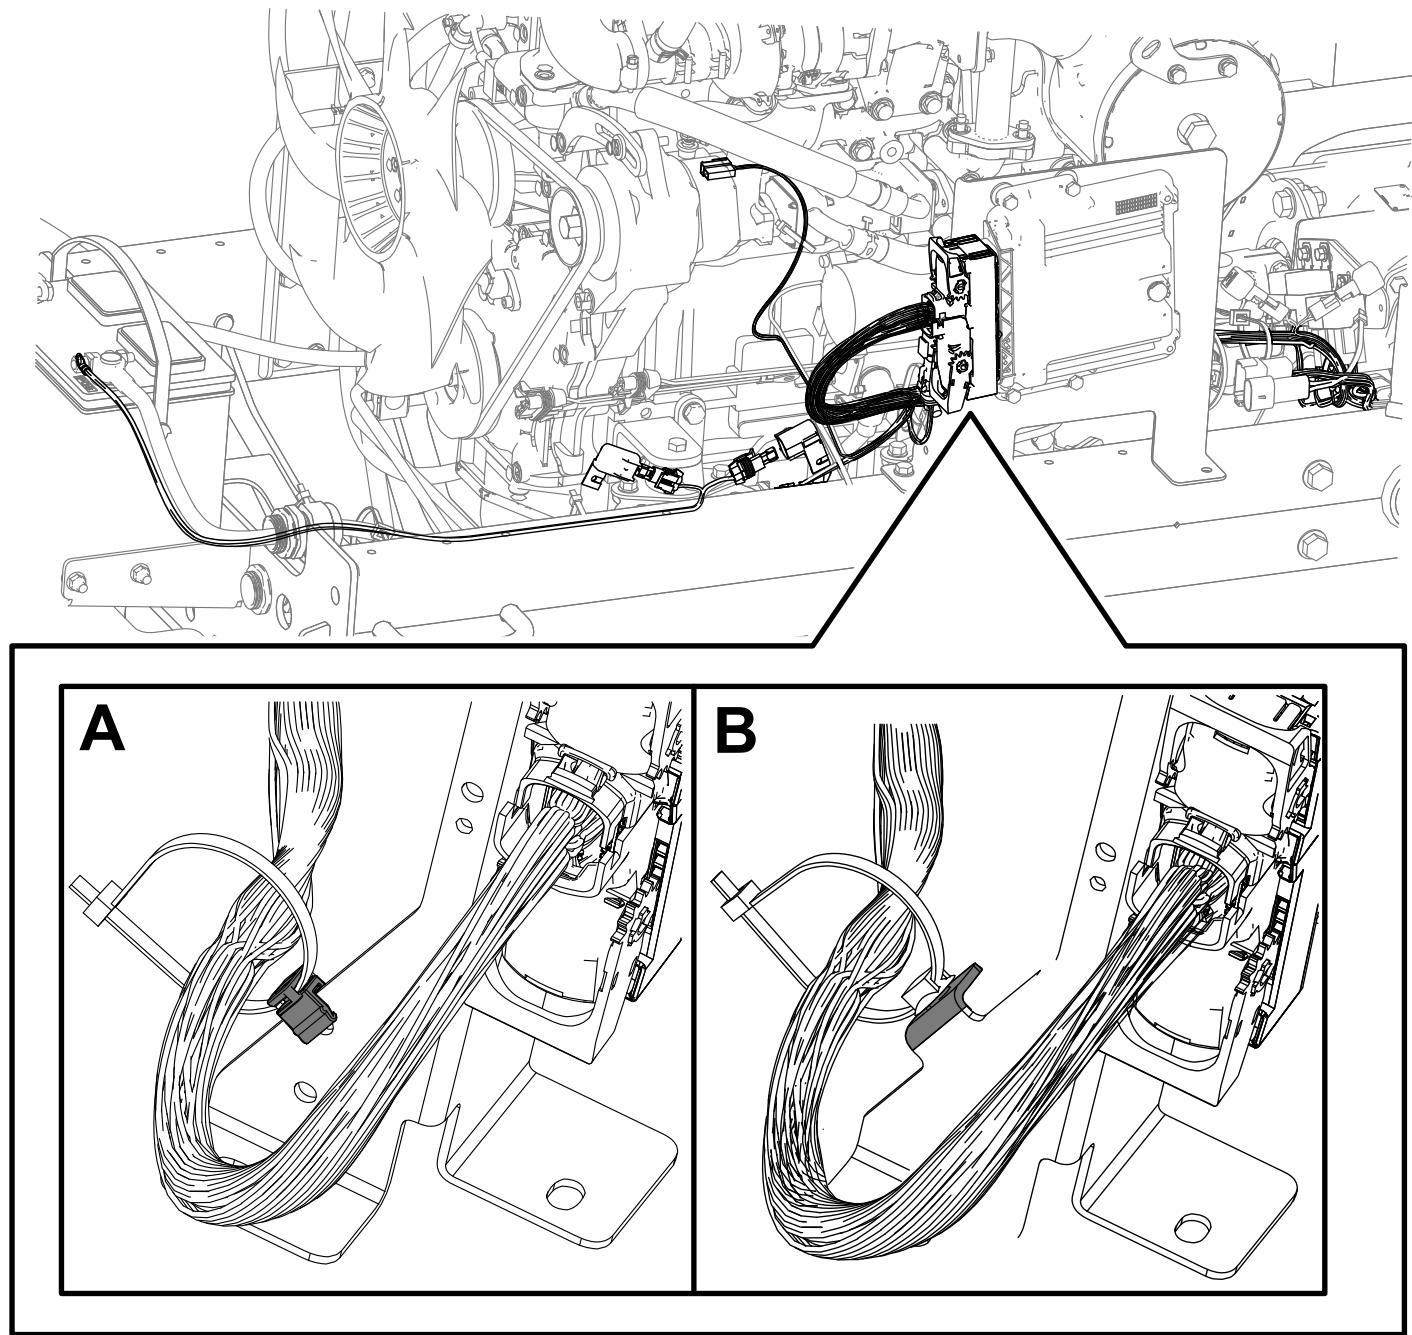

Bild 5
- Wenn die Maschine keine Nase an der Halterung hat, befestigen Sie den Kantenclip mit einem Kabelbinder am schrägen Teil der Halterung (Ausschnitt A in Bild 5).
- Wenn die Maschine eine Nase an der Halterung hat, stecken Sie die Steckaufnahmenbefestigung mit einem Kabelbinder durch das Loch in der Nase (Ausschnitt B in Bild 5).